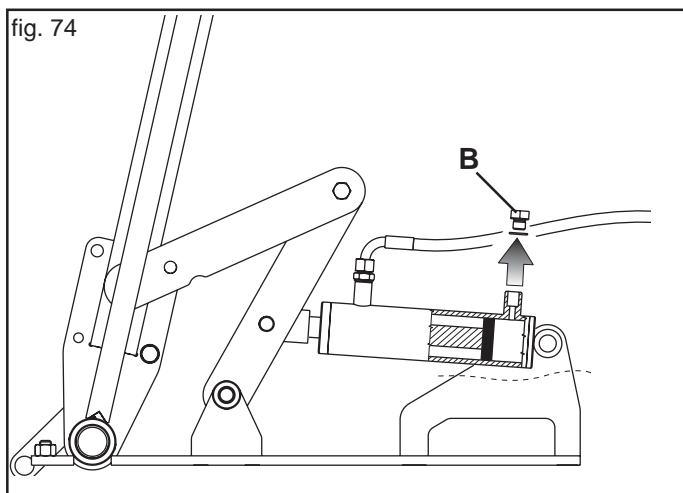

fig. 74
- Bei geschlossenem Spurreißer (Abb. 74) den Stopfen (B) von beiden öldynamischen Zylindern entfernen.